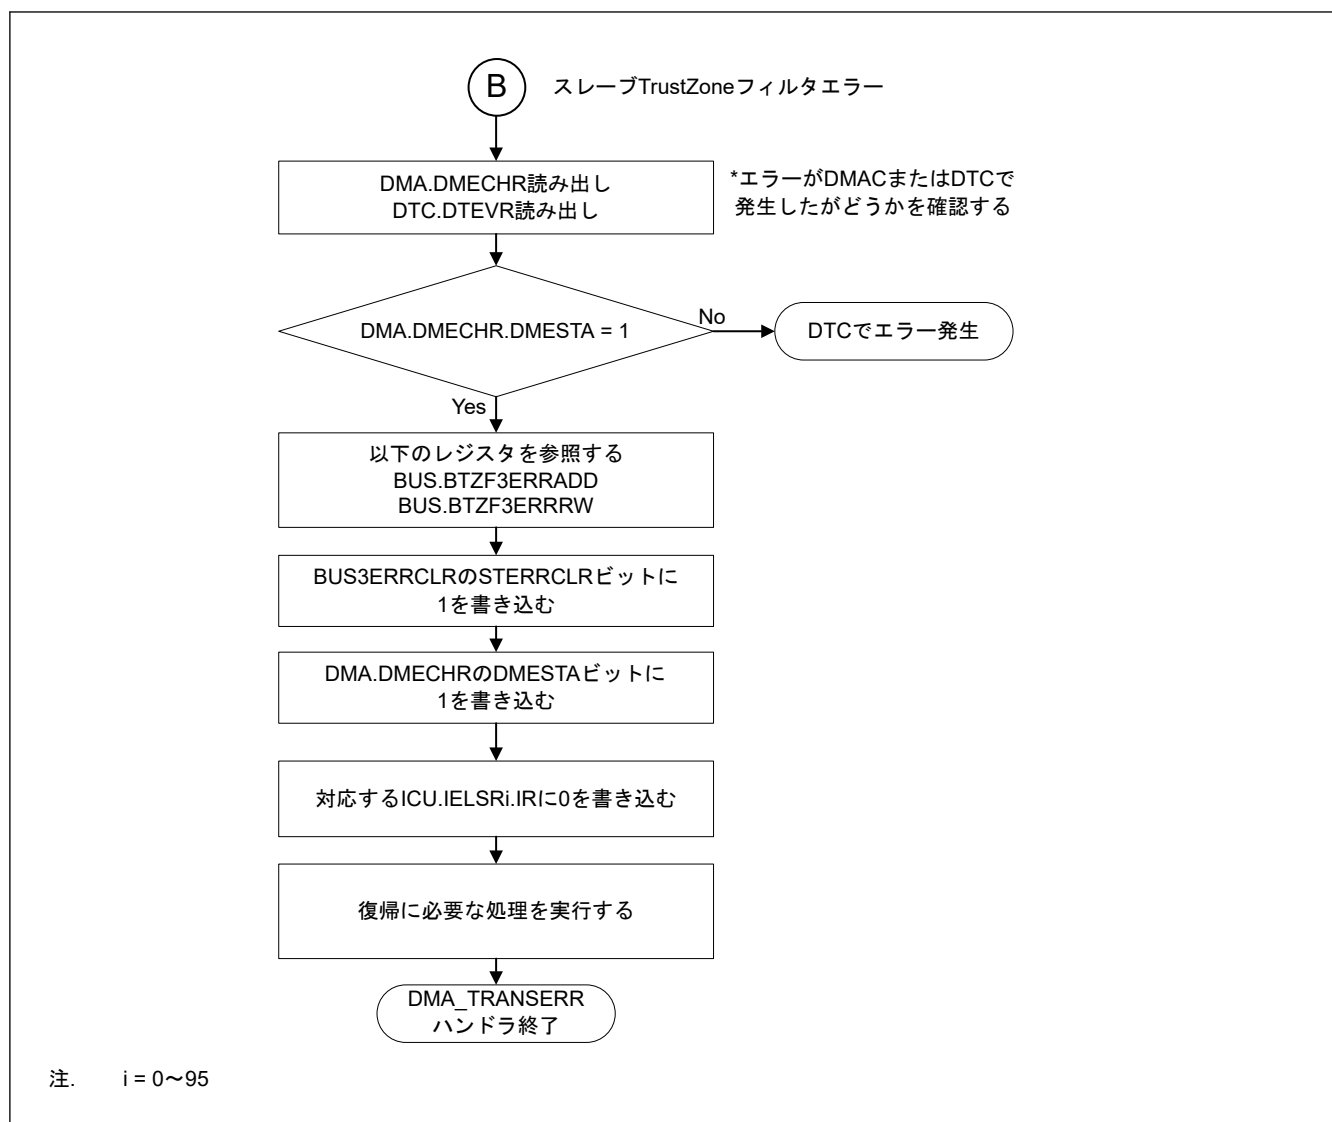

図 16.29 スレーブ TrustZone フィルタエラーの DMA_TRANSERR ハンドラにおける処理
- 図 16.29 に DMAC のスレーブ TrustZone フィルタエラーが発生したチャネルを確認するフローを示します。